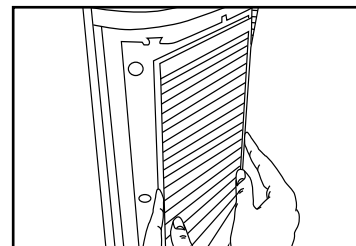

Fig. 3
3. Los filtros HEPA estarán apoyados dentro de la unidad. Asegúrese de que los filtros se encuentren bien apoyados dentro de la unidad. Fig. 3